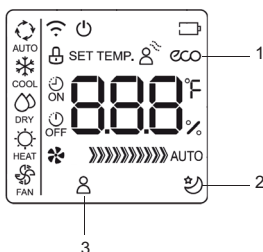

fig. 6 -
- 1. Funcionamento "ECO"** (parte 1 "fig. 6 -") (o visor da unidade interior mostra a mensagem "E--C--O" com as letras que aparecem uma após a outra, seguidas da indicação da temperatura definida). A função "economia de energia" só pode ser activada no modo COOL premindo o botão "ECO". Se o ponto de regulação da temperatura for inferior a 24°C, a activação do modo "ECO" altera automaticamente o ponto de regulação da temperatura para 24°C e a velocidade do ventilador para "Auto" para economizar energia. Se o ponto de regulação da temperatura for superior a 24°C, quando o modo "ECO" estiver activado, o ponto de regulação da temperatura não é alterado e a velocidade do ventilador é definida para "Auto". Para sair do modo de funcionamento "ECO", prima a tecla "ECO" ou selecciona outro modo de funcionamento, ou baixe o ponto de regulação da temperatura para um valor inferior a 24°C.
- 2. Funcionamento SLEEP** (porm.2 "fig. 6 -"). Mantenha pressionado o botão "ECO" por 2 segundos para ativar o modo "SLEEP", evidenciado pelo respetivo símbolo no ecrã. A temperatura de set point aumenta (funcionamento a frio "COOL") ou diminui (funcionamento a quente "HEAT"), de 1°C a intervalos pré-estabelecidos para um máximo de 2 °C. A função SLEEP termina automaticamente após 8 horas e a unidade continua a funcionar com o último set point. Esta função não está disponível nos modos de funcionamento "Ventilador" (ventilação) e "DRY" (desumidificação).
- 3. Funcionamento "FOLLOW ME"** (porm.3 "fig. 6 -"). Ativável no funcionamento HEAT - AUTO - COOL. O controlo remoto envia automaticamente a cada 3 minutos o sinal da temperatura local lida pelo mesmo ao aparelho de ar condicionado. Tal temperatura é tida como referência para o controlo da máquina. É necessário que o controlo remoto e a unidade possam transmitir e receber o sinal entre si. Se o aparelho de ar condicionado não receber nenhum sinal do controlo remoto durante 7 minutos, deixará de considerar tal valor e voltará a usar o valor lido pela sonda incorporada na máquina.